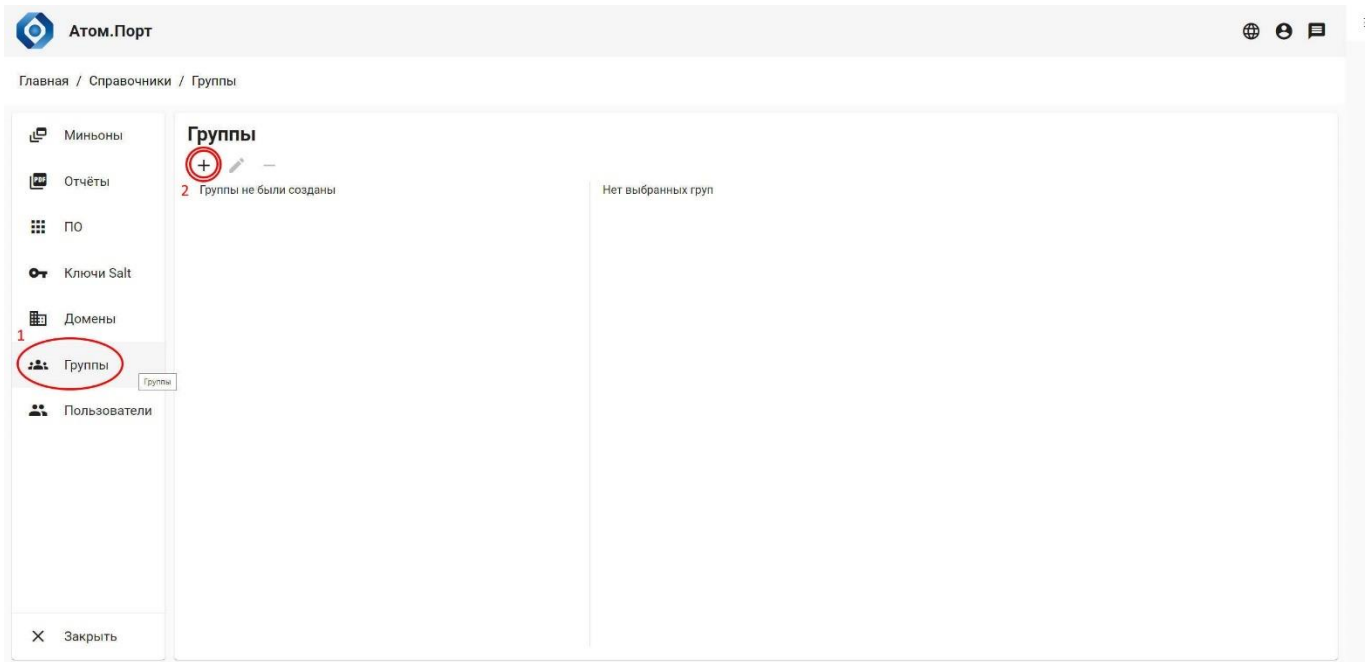

Рисунок 2 – Список групп
1. В главном меню веб-интерфейса перейти на страницу «Справочники» / «Группы» (Рисунок 2, поз. 1). Откроется список групп.
2. Для создания нового идентификатора группы нажать пиктограмму «+» (Рисунок 2, поз. 2).